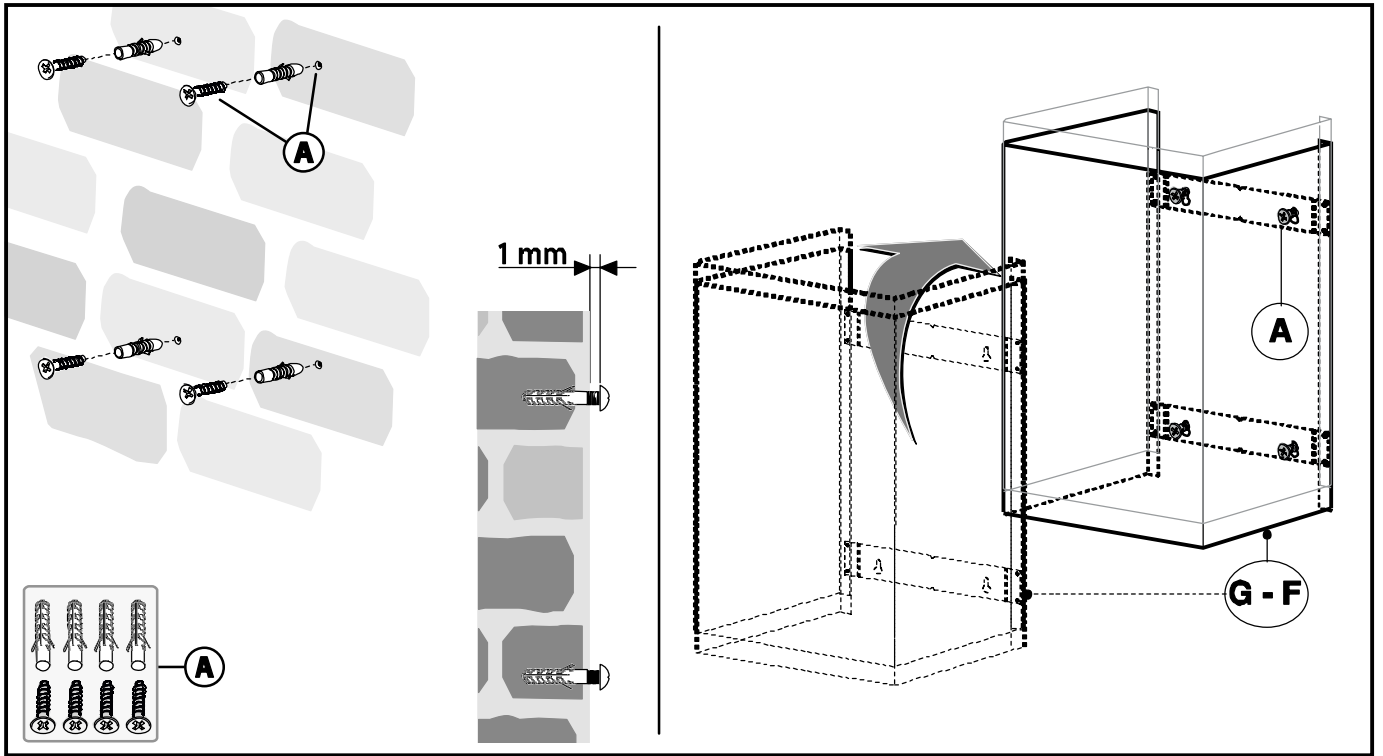

Fig.5
- Emboîtez le raccord supérieur **F** dans le raccord inférieur **G** et accrochez les cheminées décoratives au mur, comme illustré Fig.5.